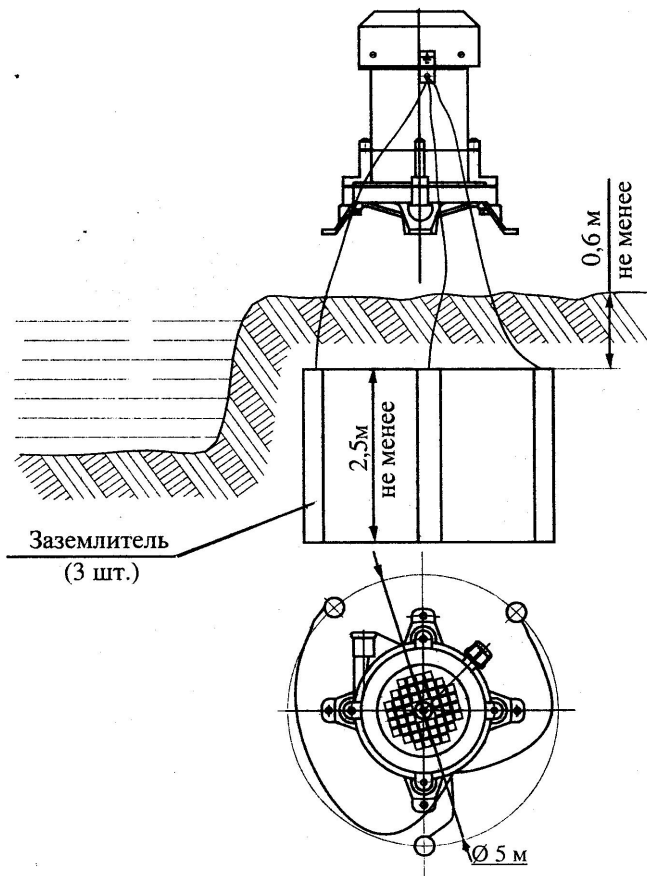

рис. 5
- вертикально забитые в землю стальные трубы или стержни, (рис.5) (при применении труб толщина их стенок должна быть не менее 3,5 мм), а также стальные ленты, толщиной не менее 4-х мм и площадью поперечного сечения не менее 48 мм2, или проволока диаметром 6 мм.